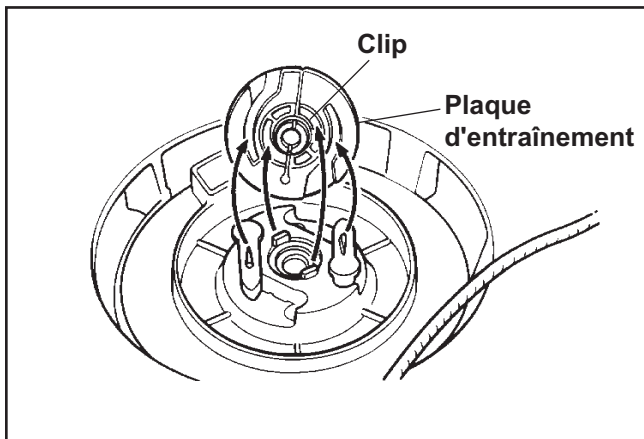

Figure 7-7. Détails de la plaque d'entraînement et du cliquet.
- Placer la plaque d'entraînement sur les cliquets, en alignant les fentes d'actionnement dans la plaque avec les sections relevées sur chaque cliquet d'entraînement. Serrer la vis centrale sur un couple de **5-6 N·m (44-53 in. lb.)**. Pivoter la poulie à la main et vérifier le fonctionnement. Voir la figure 7-7.